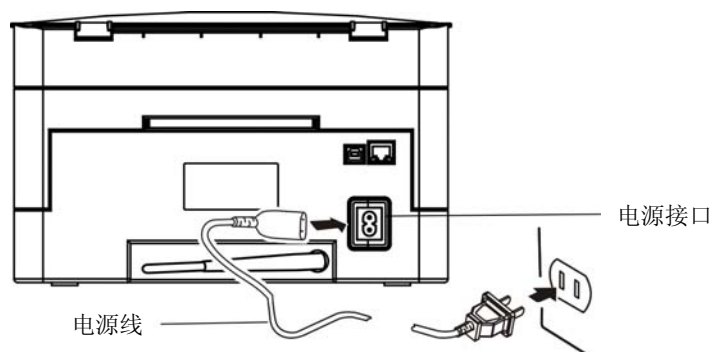

图 2-6 连接电源线
2. 如图 2-6 所示，将电源线的一端插进打印机的电源接口。